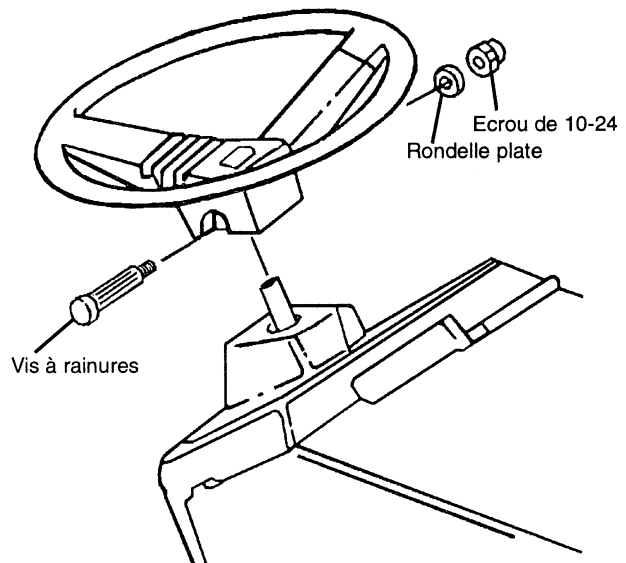

FIGURE 2
- Retirer le volant de conduite de son emballage et le placer sur la colonne de direction avec la branche centrale pointée vers l'arrière du tracteur (voir Fig. 2).